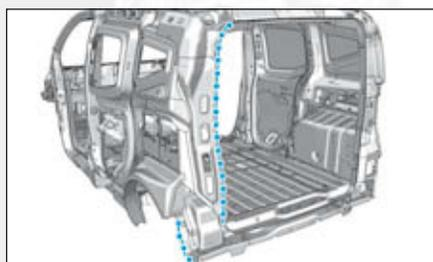

FIG.194
- Préparer les zones d'accostage et les protéger par un apprêt soudable indice «C7» (Fig.194).